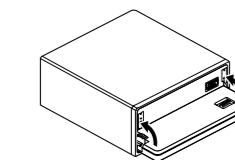

Fig. 12
**3. Faites pivoter les crochets en position droite. (Fig. 12)**